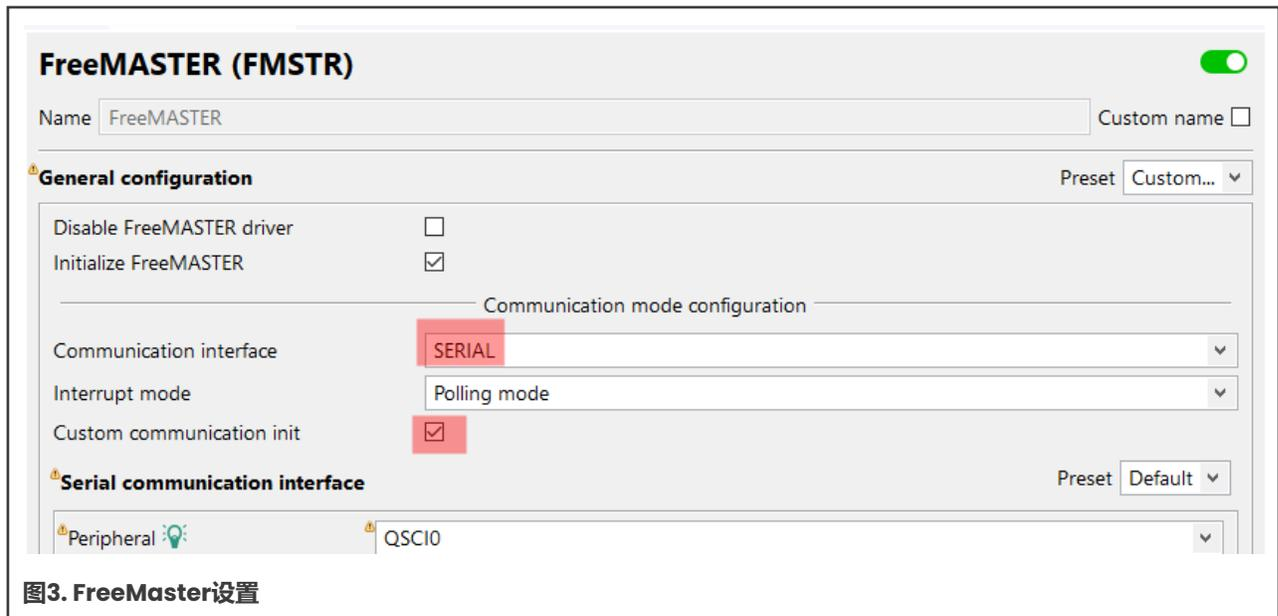

图3. FreeMaster设置
- 将FreeMASTER组件添加到中间件面板中，并进行必要的设置，如图3所示。选择SERIAL作为通信接口，并勾选Custom communication init。其余的FreeMASTER设置（例如范围、记录器、TSA等）可根据需要进行配置。单击工具中的Update Code（更新代码）按钮。